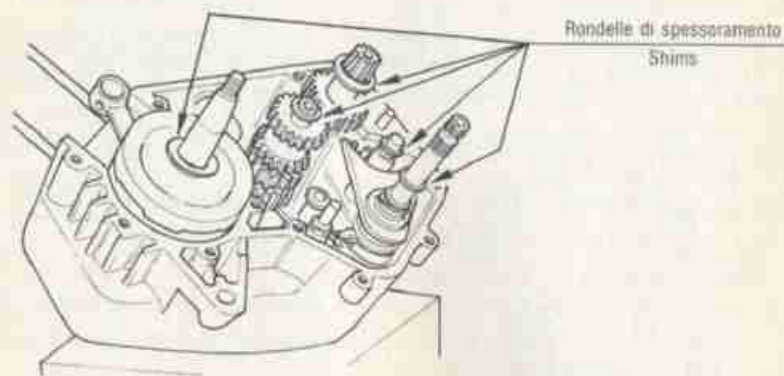

FIG. 22 Interno motore
- 22) **ANNOTARSI** lo spessore e la posizione di montaggio di tutte le rondelle di rasamento che si trovano infilate nei rispettivi alberi (fig. 22)